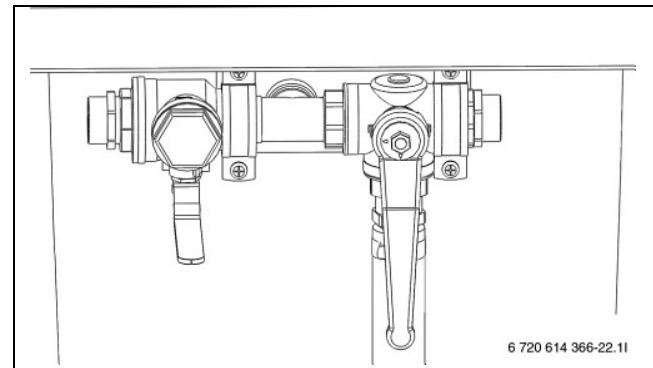

Fig. 22 Vulstation in mengpositie
- VentieLEN van het vulstation op mengpositie zetten (→ Fig. 22).